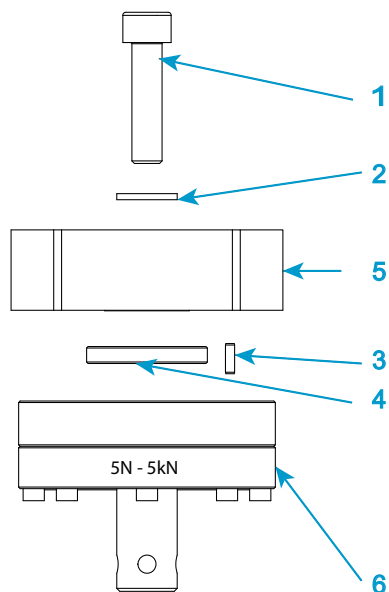

图 17. 安装 2530 系列载荷传感器（容量 5 N 至 5 kN）
图标 图 17
1. 请参阅第 76 页图 17 及其相关说明。